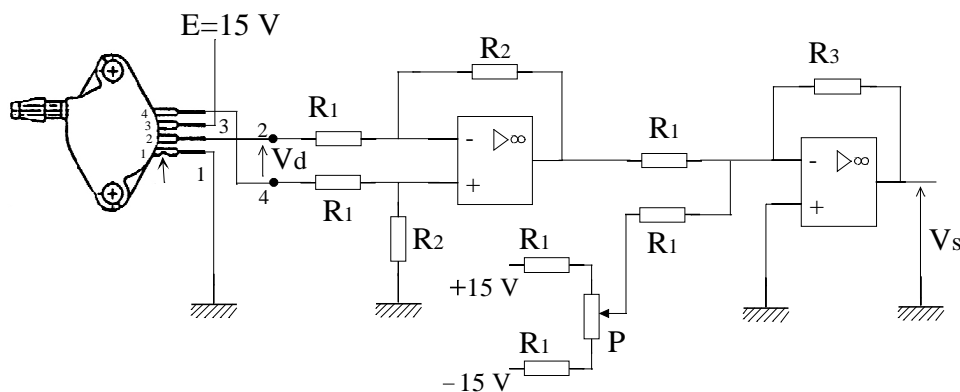

Figure 41 Capteur de pression avec amplificateurs
**a)** Réaliser le montage de Figure 41, en alimentant le pont de Wheatstone avec une tension continue  $E = +15V$ . On prendra :  $R_1 = 10\text{ k}\Omega$ ,  $R_2 = 470\text{ k}\Omega$ ,  $R_3 = 100\text{ k}\Omega$  ( ou 1 M $\Omega$ ) et  $P$  potentiomètre de 10 k $\Omega$ .